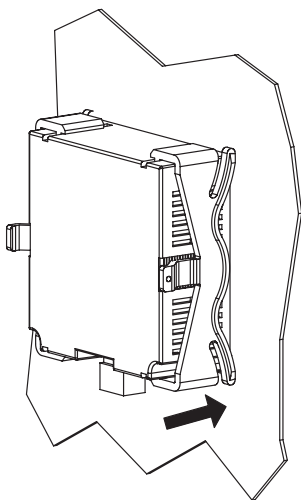

图 2-11 用卡勾挤紧盘面固定显示模块
3、把显示模块推入安装孔内，显示模块前面板露在盘面上，显示模块主壳体和接线端子位于盘面后。然后，把两支安装卡勾分别从后部顺着仪表沟槽装上，并向前推紧卡勾，使卡勾的前沿挤紧开关盘，这样显示模块就被水平地安装在开关柜体上了，如图 2.11。